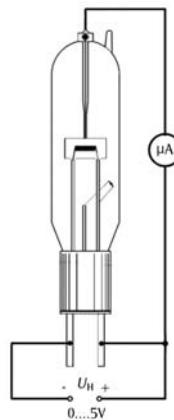

Fig. 2a Montage du circuit de démonstration de l'effet Edison à l'aide d'un multimètre
- Monter le circuit selon le schéma des fig. 2a/b.